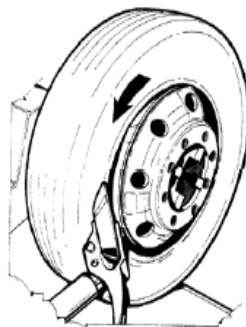

Рис.18
2. Установите отжимной диск или бескамерный ролик как показано на Рис.18, 19.